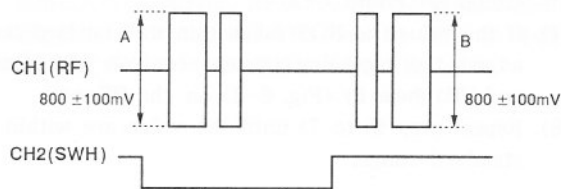

Fig. 6-6
- 3). Adjust trimmer resistor R410 so that levels A and B of the output waveform (1.57 MHz) are $800 \pm 100 \text{ mV}$, as shown in Fig. 6-6. At this time, if the difference in output level between A and B is too great for both of them to fall within the standard range, match the higher to the standard value.
- 3). 図6-6のように、出力波形 (1.57MHz) A, B のレベルが $800 \pm 100 \text{ mV}$ になるように半固定抵抗 R410 を調整する。このとき、A と B のレベル差が大きく規格値に入らない場合は、大きい方のレベルを規格値に合わせるように調整する。